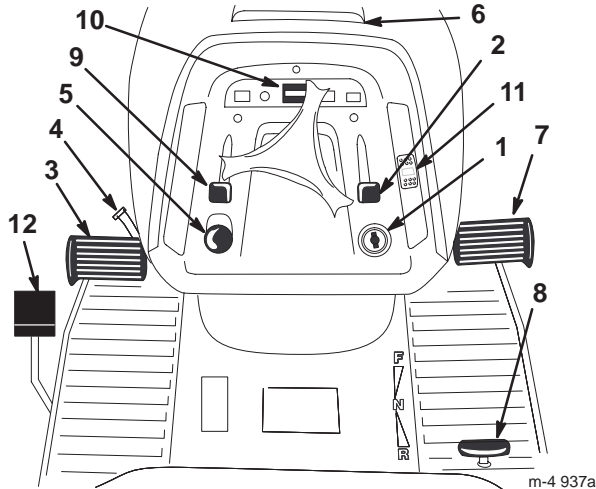

Figure 2
Avant de mettre le moteur en marche et d'utiliser le tracteur, familiarisez-vous avec toutes les commandes (Fig. 2).
1. Appuyez sur la pédale de frein (Fig. 2) et maintenez-la enfoncée.
2. Tournez le levier de frein de stationnement (Fig. 2) dans le sens anti-horaire et relâchez progressivement la pédale de frein.
1. Enfoncez la pédale de frein (Fig. 2).
2. Poussez la commande du régulateur de vitesse en position activée (Fig. 2).
Le compteur horaire se trouve sur le tableau de bord (Fig. 2) et indique le nombre total d'heures de fonctionnement du tracteur.